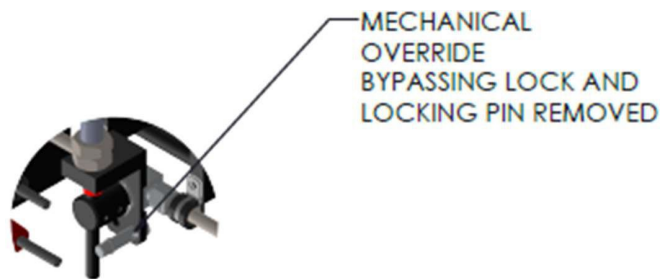

Figura 5
1. Gire o bypass de acionamento mecânico (Figura 5) no sentido horário (alça perpendicular com a tubulação).